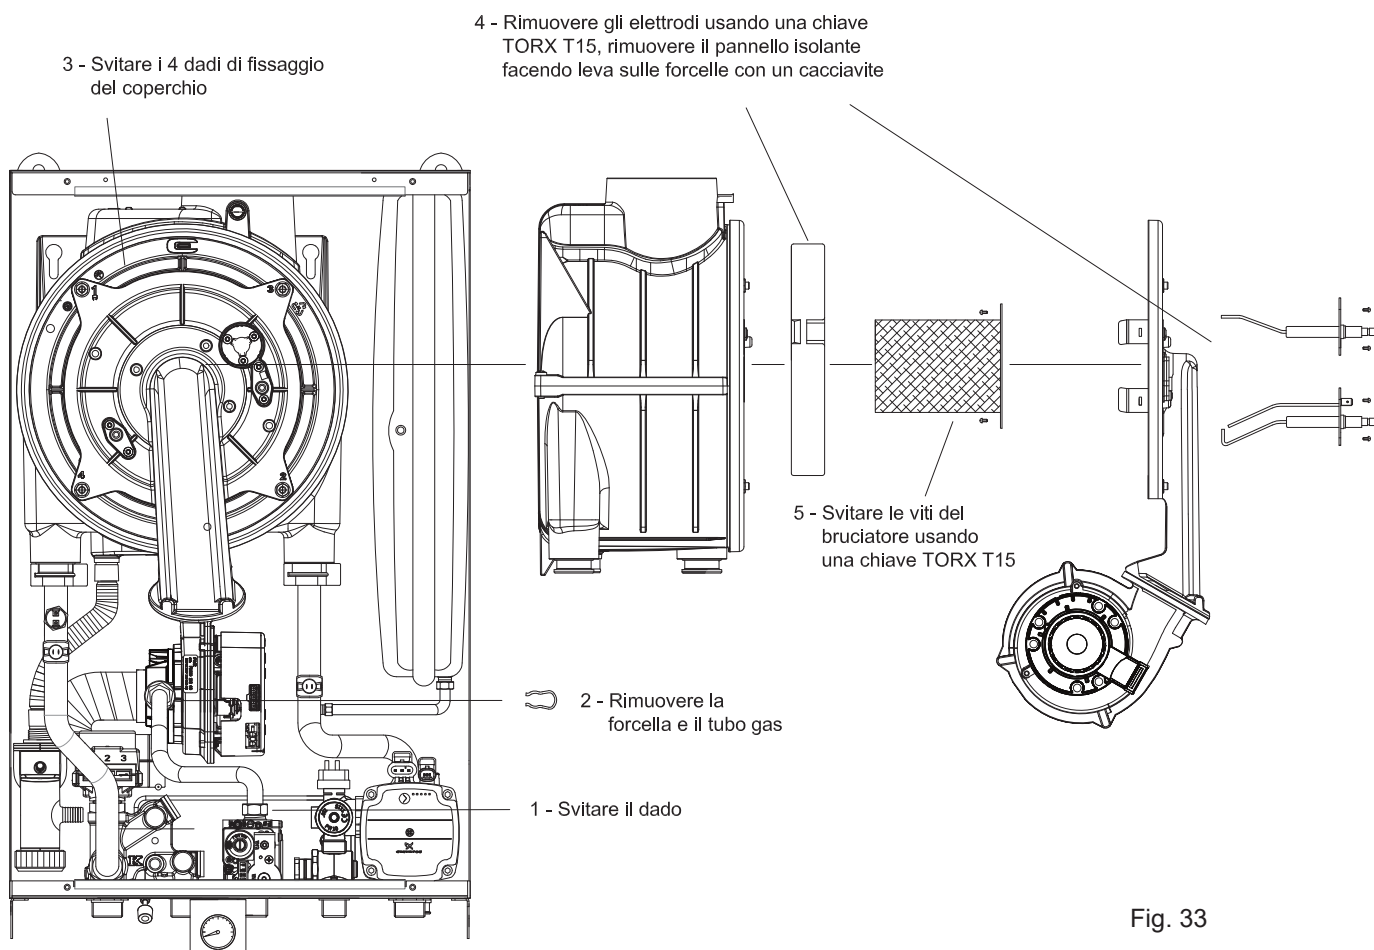

Fig. 33
7.11 SOSTITUZIONE BRUCIATORE (Fig. 33)